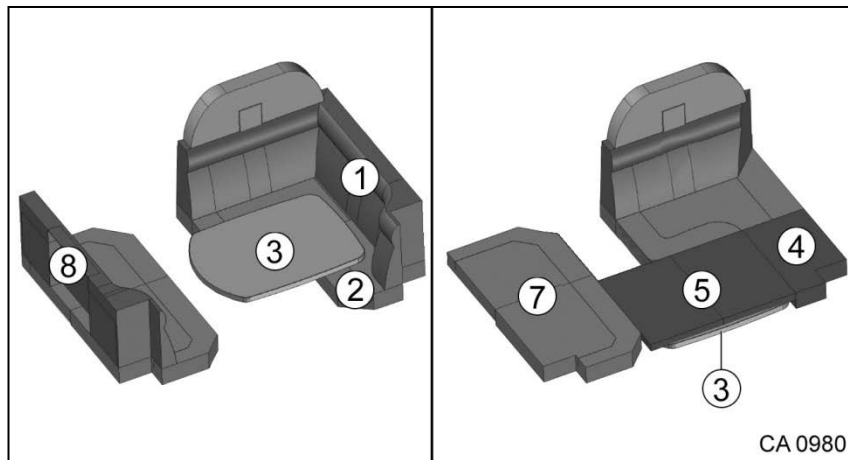

Fig. 89 Transformer les canapés en couchage pour la nuit
1. Enlever le coussin dossier (Fig. 89/1) et le coussin d'assise (Fig. 89/2).
2. Abaisser la table (Fig. 89/3).
3. Mettre en place le premier coussin d'appoint (Fig. 89/4).
4. Mettre en place le deuxième coussin d'appoint (Fig. 89/5).
5. Enlever le coussin dossier (Fig. 89/8).